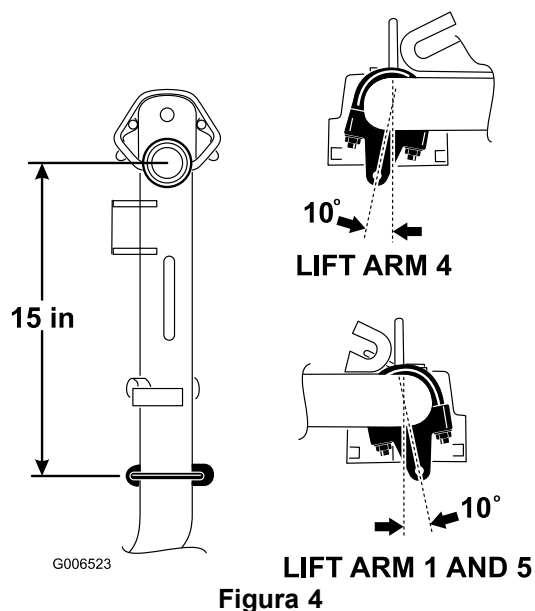

Figura 4
1. Nos braços de elevação nº 1, nº 4 e nº 5, posicione os suportes da corrente e as cavilhas em U 38 cm atrás do centro da articulação (Figura 4). Nos braços de elevação nº 1 e nº 5, os suportes devem ser rodados
10 graus para a direita na vertical (Figura 4). No braço de elevação nº 4, o suporte deve ser rodado 10 graus para a esquerda na vertical (Figura 4).